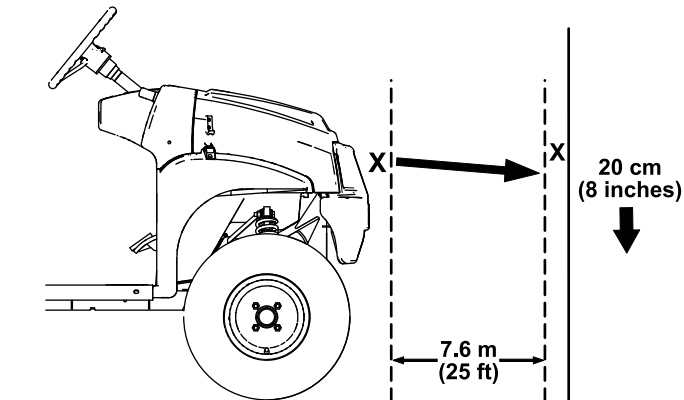

Figura 52
1. Parcheggiate la macchina su terreno pianeggiante con i fari a circa 7,6 m di distanza da una parete (Figura 52).
La parte più luminosa del fascio dei fari deve trovarsi 20 cm sotto il segno tracciato sulla parete (Figura 52).